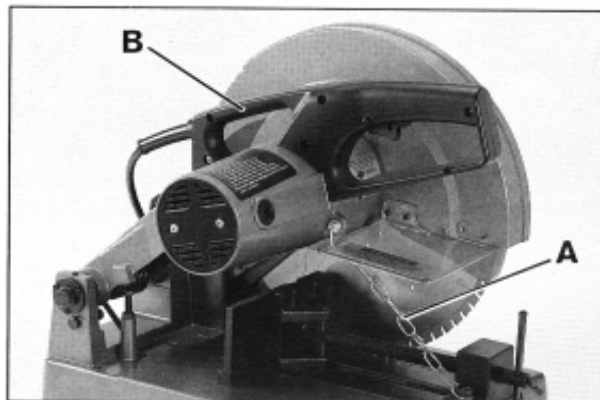

Abb.15
Pour transporter la machine, toujours bloquer la tête de coupe en position basse à l'aide de la chaîne (A), Fig. 15. Une poignée (B) permet de transporter facilement la machine.